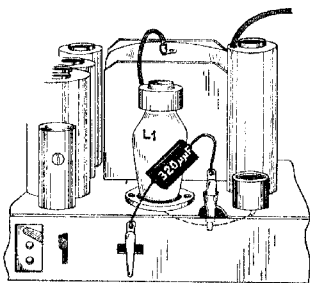

Fig. 7
15. Eerste kring verstemmen door de condensator van $320 \mu\mu\text{F}$ nu tusschen plaat L1 en chassis aan te sluiten (fig. 7).
- Hulpontvanger of aperiodische versterker aansluiten via een condensator van $25 \mu\mu\text{F}$ aan de anode van L1 (fig. 7) output-indicator aan hulpontvanger aan sluiten en hulpontvanger afstemmen op 546 Kc ($\pm 550 \text{ m}$).
- Hulpapparaat aansluiten via condensator van $25 \mu F$ aan de anode van L1 (zie fig. 7); outputindicator aan het hulpapparaat aansluiten en hulpontvanger afstemmen op 395 Kc.